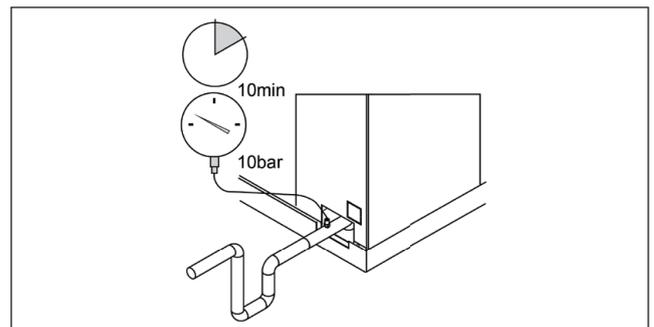

Abb. 13.1
1. Füllen Sie den Wärmetauscher, das EV und die Verbindung des Kollektors mit der Saugleitung mit trockenem Stickstoff oder einem anderen neutralen Gas bis zu einem Druck von 10 bar und lassen Sie es mindestens 10 Minuten stehen (Abb. 13.1).